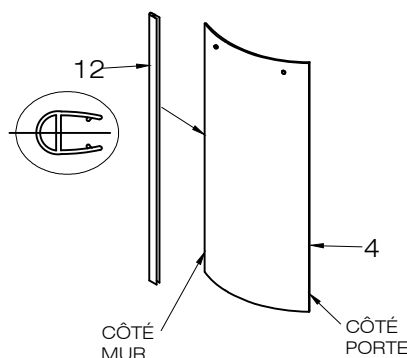

FIG. 3
5. Installez la bande d'étanchéité (n° 12) sur le côté mural du panneau fixe (n° 4). [Cf. FIG. 3]